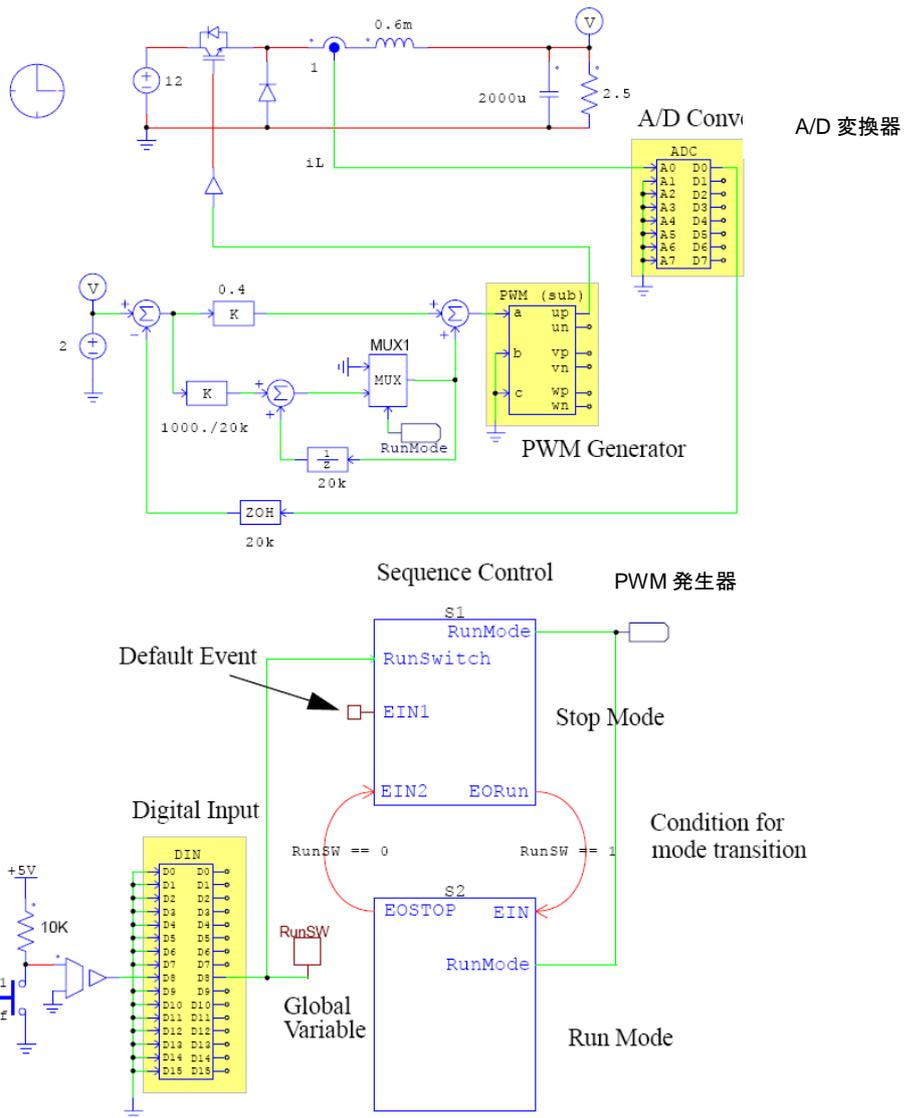
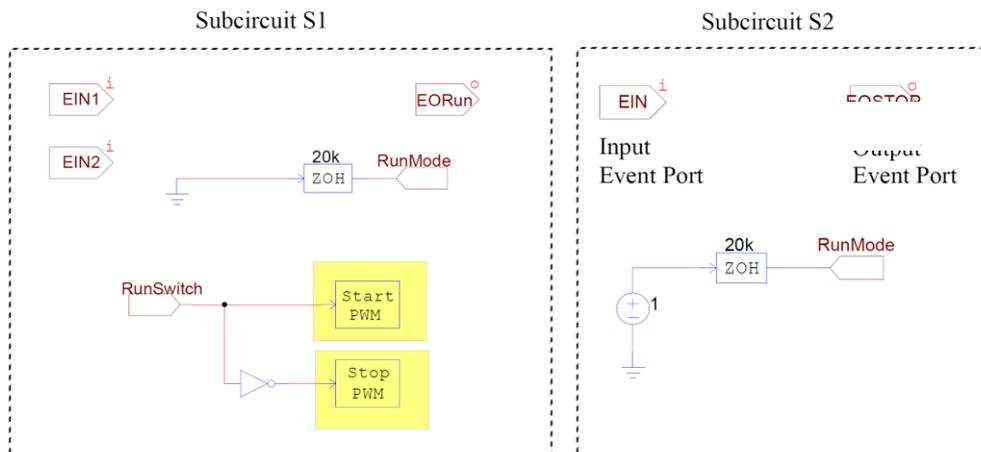

図2.6 シーケンス制御付き降圧チョップ制御回路
図 2.7 Run モードと Stop モードのサブ回路
- Stopモードでは、積分器は働かないようにし、その出力を0にリセットします。イベントコントロール付きシステムの例を図2.6に示します。図において、S1およびS2はサブ回路であり、このサブ回路S1およびS2の内容を図2.7に示します。